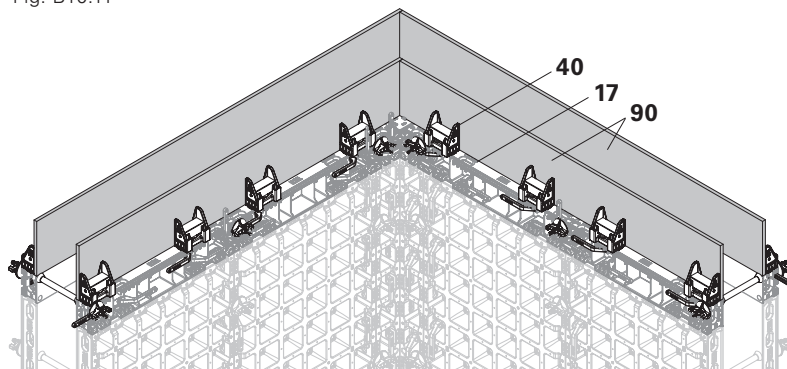

Fig. B10.12
Au niveau des angles intérieur et extérieur, monter le support CP d'extension DES (40), le plus près possible de l'angle. (Fig. B10.12 + B10.12a)